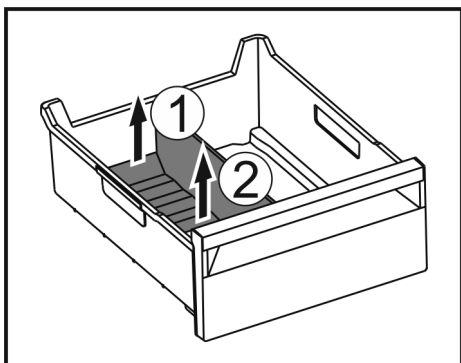

Fig. 70
- ▶ Podnieść tylną część separatora do szuflady na lód. Fig. 70 (1)
- ▶ Separator do szuflady na lód podnieść do góry. Fig. 70 (2)